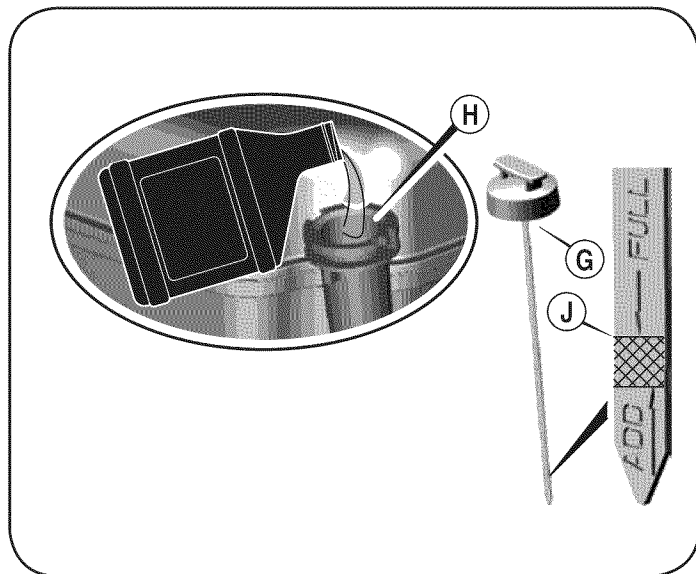

Figura 13
1. Saque la varilla del nivel de aceite (G). Vea la Figura 13.
2. Con la cortadora de césped ubicada en suelo nivelado, vierta el aceite lentamente por dentro del tubo de llenado de aceite del motor (H).
3. Coloque y ajuste la varilla indicadora. Luego quitela para revisar el nivel de aceite. Vea la Figura 13.